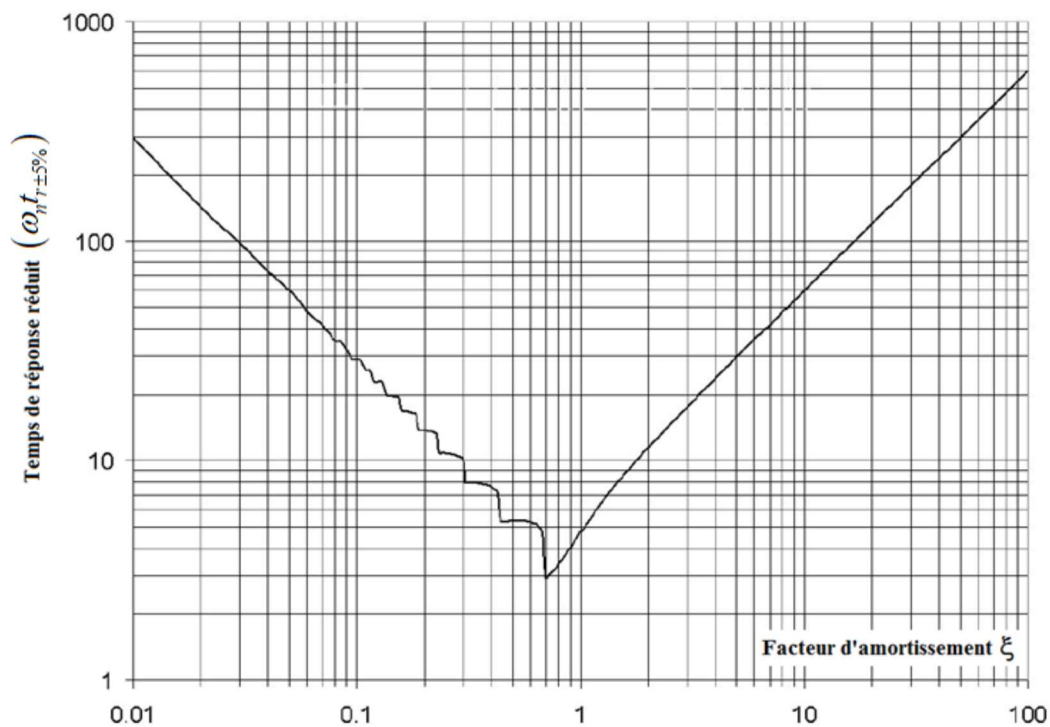

Fig. 4 – Abaque du temps de réponse réduit ($\omega_n t_{r\pm 5\%}$) en fonction de ξ .
2.7. Pour cette valeur de k_i , déterminer le temps de réponse à $\pm 5\%$ du système en boucle fermée ($t_{r\pm 5\%}$) à partir de l'abaque de la figure 4.